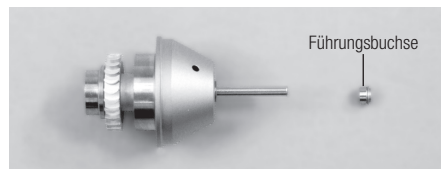

Abb. 21
- 2) Die längere Führung der Führungsbuchse auf das Ende des Rotorschafts setzen, zuerst zusammen mit dem Testbohrer (Abb. 21).